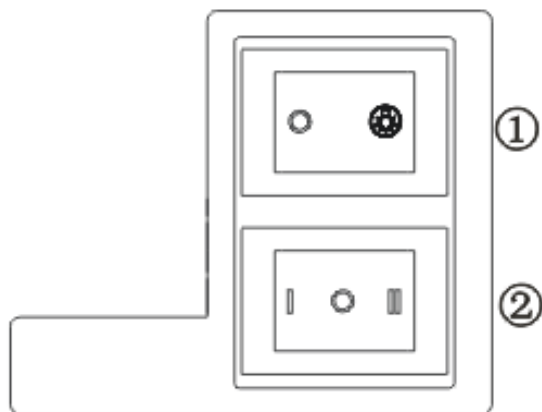

Рис. 4
4.2 Клавиша ① (рис. 4) “”: включение и выключение света.
4.3 Клавиша ② (рис.4) “Г”, ”П””: включение первой и второй скорости мотора вытяжки. В положении клавиши “0” мотор выключится.